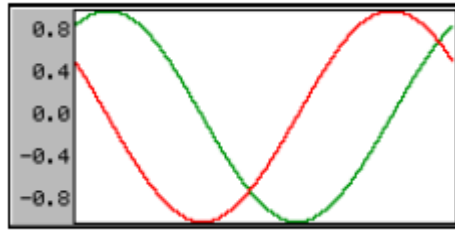
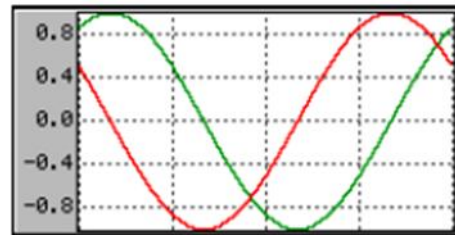

Figura 13: Prima di chiamare la funzione GRAPH_SetGridVis il data area è senza griglie.
Figura 14: Dopo aver chiamato la funzione GRAPH_SetGridVis il data area presenta le griglie.
- Descrizione: funzione che rappresenta le griglie sullo schermo (**Figura 13** e **Figura 14**).